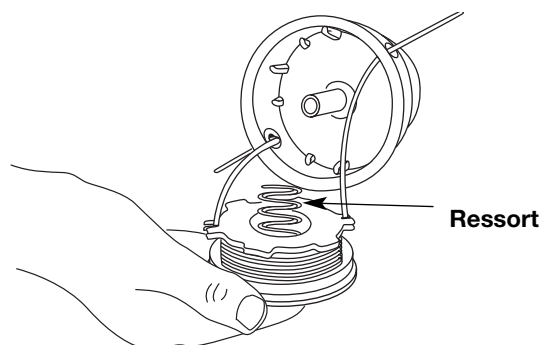

Fig. 19
13. Insérez les extrémités du fil dans les œillets de la bobine extérieure et placez le moulinet et le ressort dans la bobine (Fig. 19). Enfoncez le moulinet et la bobine ensemble. Tout en tenant le moulinet et la bobine, saisissez les extrémités et tirez fermement pour dégager le fil des fentes de retenue de la bobine.
5. Insérez les extrémités du fil dans les œillets de la bobine extérieure (Fig. 19).